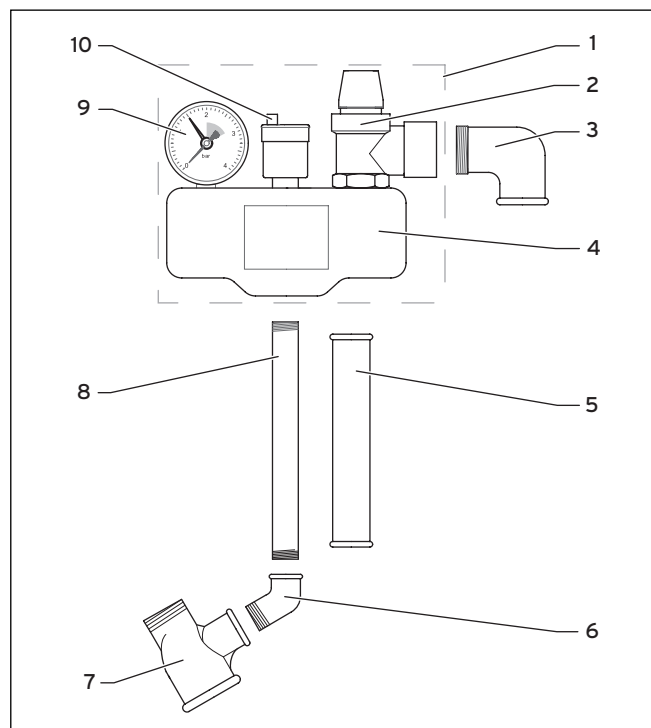

Abb. 3.1 Sicherheitsgruppe
- Überprüfen Sie den Lieferumfang anhand Abb. 3.1 und Tab. 3.1 auf Vollständigkeit.